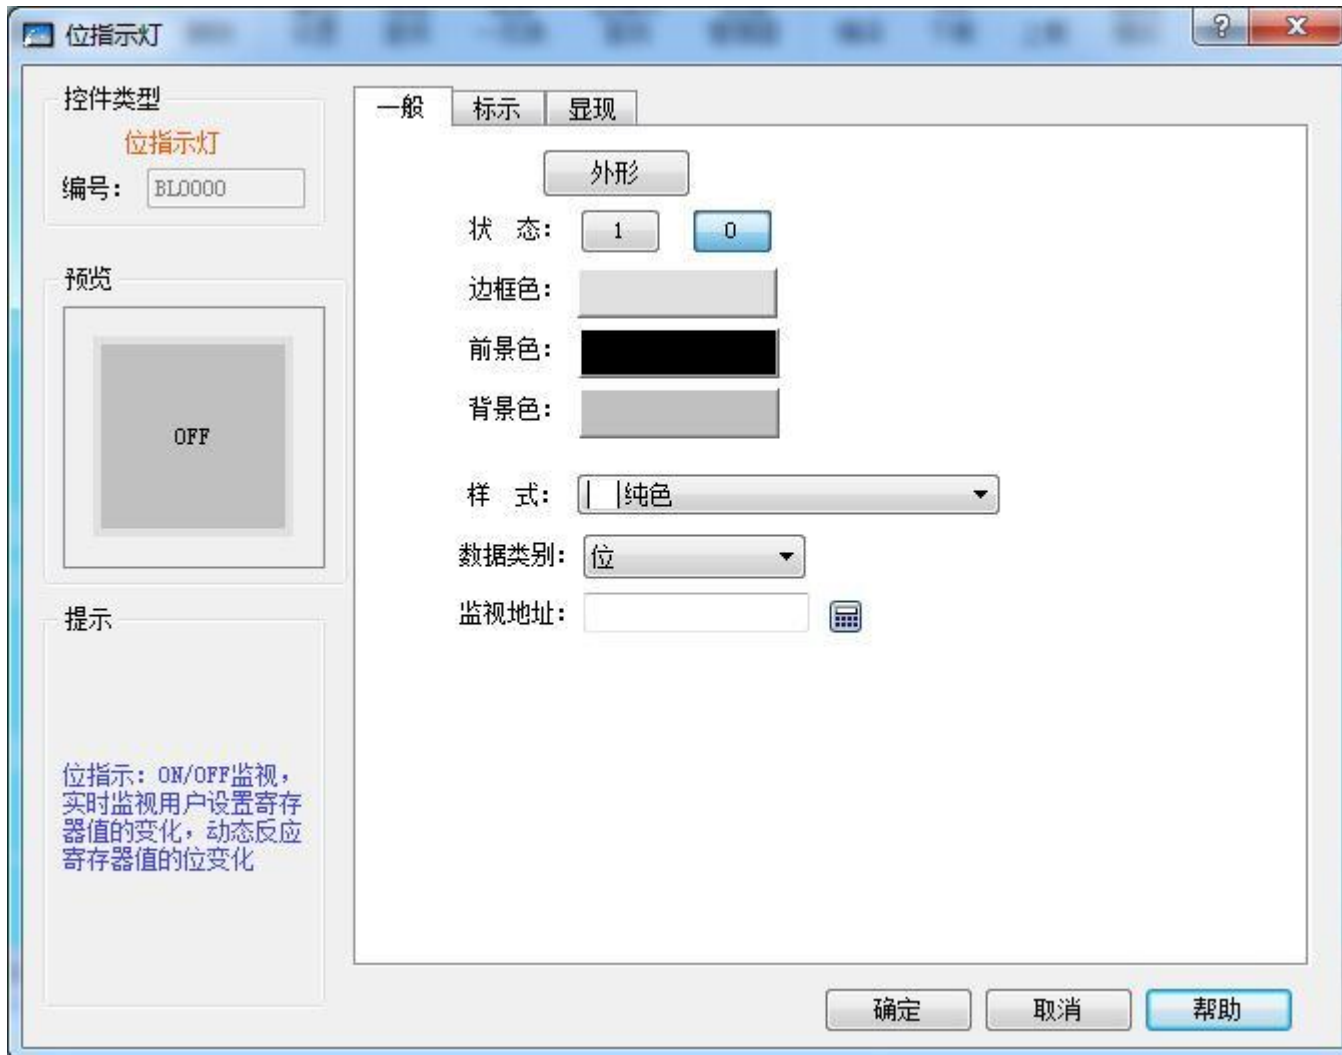

图 4-79 位指示灯对话框
1.选择工具栏上的位指示灯按钮图标：即可弹出如图 4-79 所示的对话框：